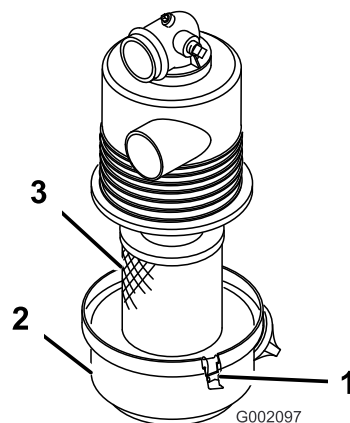

図 24
2. エアクリーナにリーク原因となりそうな傷がないか点検する。本体とカバーがシールでしっかり密着しているのを確認してください 図 24。
3. エアフィルタのカバーをエアフィルタのハウジングに固定しているラッチを外す 図 24。
4. ボディーからカバーを外し、カバーの内部を清掃する 図 24。